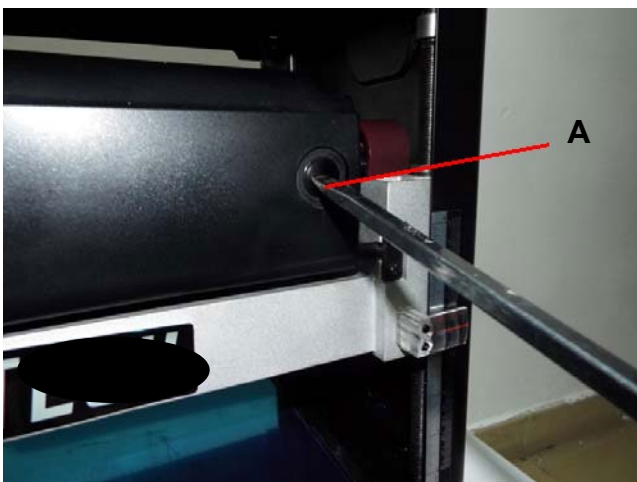

ABB. 14
1. Entfernen Sie die Bürstenhalter, einer ist auf (A) zu sehen. Der andere befindet sich an der gleichen Stelle hinten der Motorbaugruppe. Der Bürstenhalter lässt sich mit einem Schlitzschraubendreher lösen. SIEHE ABB. 14.